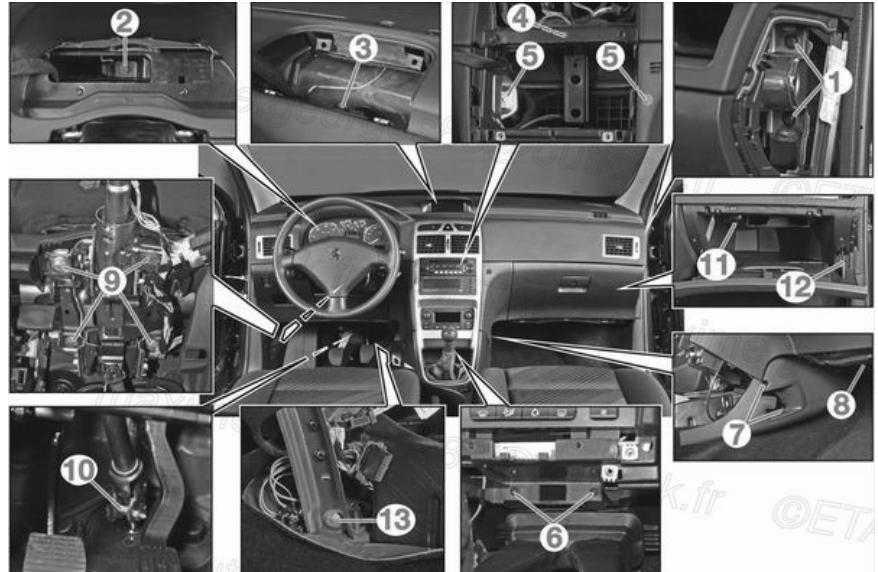

Fig. 34
- A chaque extrémité de la planche de bord, déposer les vis (1) de fixation de la traverse principale (**Fig.34**)